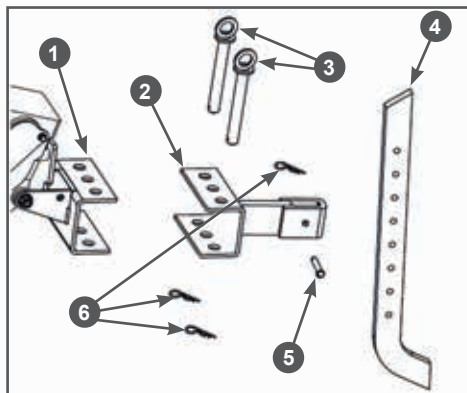

Рис. 3 Установка сошника
7. Установите в кронштейн 1 рамы мотокультиватора кронштейн 2 сошника (Рис.3). Совместите отверстия в кронштейнах рамы и сошника и вставьте пальцы 3. Зафиксируйте пальцы 3 шплинтами 6 (Рис. 3).
8. Установите сошник 4 в кронштейн 2 сошника (Рис. 3). Вставьте сошник между пластинами кронштейна, совместите нужное отверстие в сошнике с отверстием в кронштейне и вставьте палец 5 крепления сошника (Рис. 3). Зафиксируйте палец шплинтом 6 (Рис. 3).